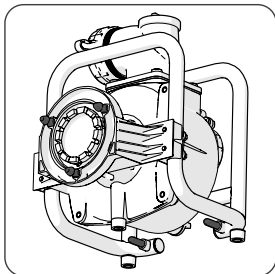

Fig 8 (3 perni di centraggio e 2 perni stabilizzanti evidenziati)
- Tenere i 3 perni di centraggio e i 2 perni stabilizzanti puliti e, occasionalmente, inumidirli con uno spray a base di olio di silicone. **(Fig. 8)**